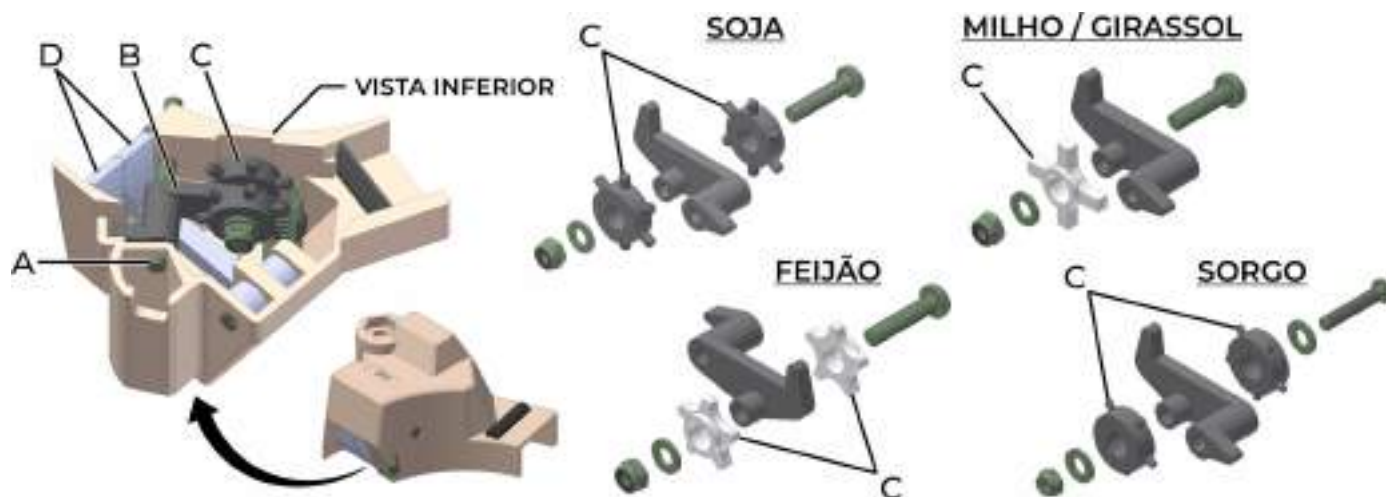

fig. 52
- 2- Remova o pino (A) (fig. 52) de fixação do articulador (B) do rolete (C);
- 3- Retire o articulador (B), e mude o modelo de rolete se necessário;
- 4- Observe o modelo de rolete (C) a ser utilizado. Deverá ser compatível com a furação do disco a ser usado, com fileira simples ou dupla.
Observe após a montagem da caixa de sementes, se os gatilhos raspadores (D) (fig. 52) estão livres.